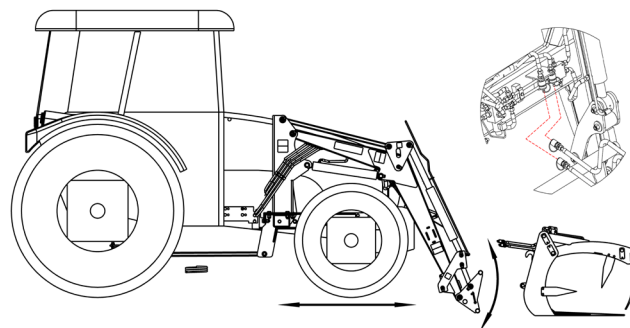

Рис. 16. Монтаж рабочего органа, требующего подключения к гидравлической системе погрузчика.
- гидравлические шланги органа соединить с гидравлической системой гидроцилиндра так, как это показано на рис. 16.